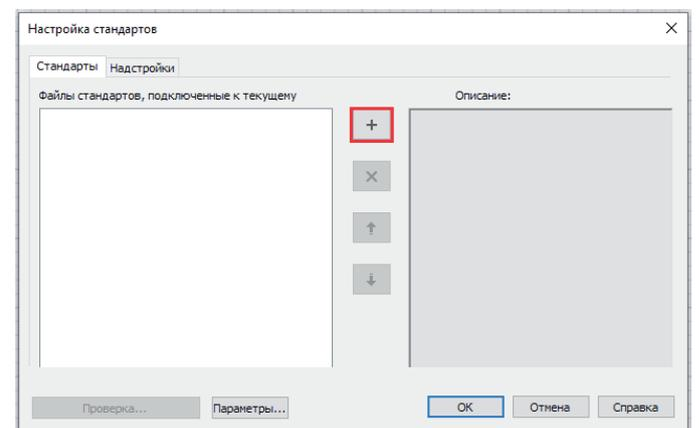

Рис. 10. Подключение стандарта
3) в открывшемся диалоговом окне *Настройка стандартов* щелкните по значку "+" (рис. 10);
Шаблон может объединять неограниченное количество файлов стандартов. Для управления их приоритетом предназначены кнопки со стрелками "вверх" и "вниз" (см. рис. 10). Чем выше расположен стандарт, тем он приоритетнее.